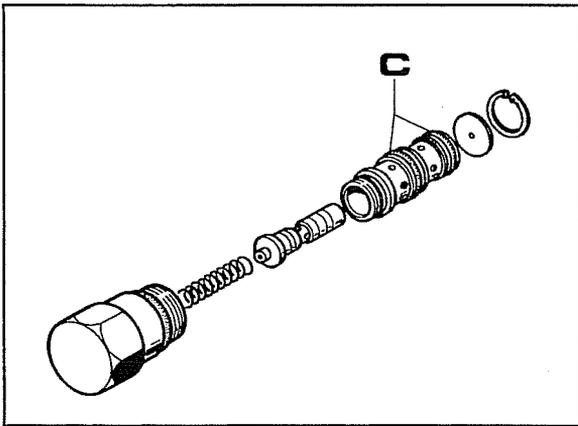

Fig. 3
3. Démontez la soupape qui est illustrée dans la fig.3.
4. Vérifier l'intégrité des deux anneaux d'étanchéité **C** fig.3, si nécessaire les remplacer. Laver et souffler les composants pour éliminer toute trace d'encrassement.